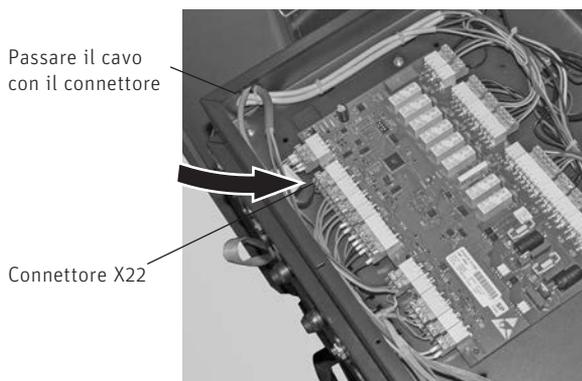

Fig. 47 Inserire l'interruttore di prossimità (connettore X22)
- Portare il cavo dell'interruttore di prossimità superiore della stiva con il connettore al quadro di comando e inserirlo nel connettore X22 – Fig. 47.